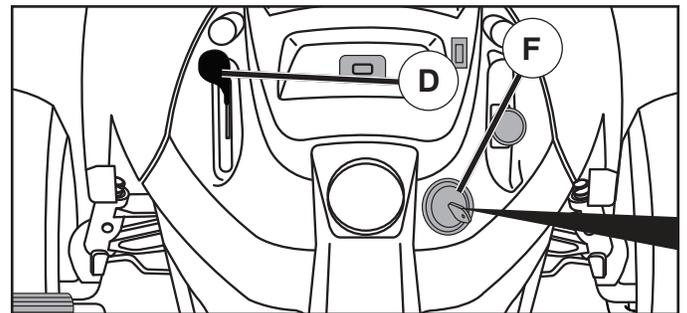

Fig. 19
- Placer la commande des gaz en position (D) « SLOW » (lent).
- Tournez la clé de contact à la position coupée (F) STOP et enlevez-la. Enlevez toujours la clé de contact quand vous quittez le tracteur pour empêcher l'emploi non autorisée.
## POUR UTILISER LA COMMANDE DES GAZ (D) (Voir la Fig. 19)